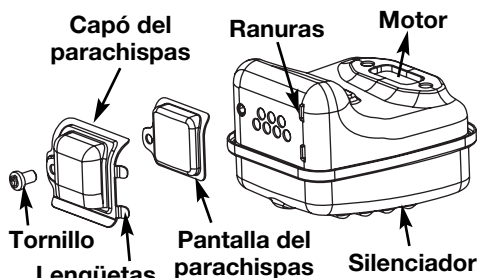

Fig. 19
2. Localice el silenciador, pero no lo quite. Busque los dos (2) tornillos en la parte inferior del silenciador (Fig. 19). Estos dos tornillos unen el conjunto de deflector de escape y la pantalla del parachispas a la parte inferior del silenciador. Quite los dos (2) tornillos usando una llave torx No. 20 o un destornillador plano.
6. Coloque la placa del parachispas encima del parachispas con el lado "levantado" hacia arriba mirando al motor (Fig. 19).
7. Coloque el capó del parachispas encima de la placa del parachispas con el lado "levantado" hacia arriba y la apertura mirando en dirección CONTRARIA al motor (Fig. 19). Asegúrese de que el escape se dirija en dirección CONTRARIA al motor.